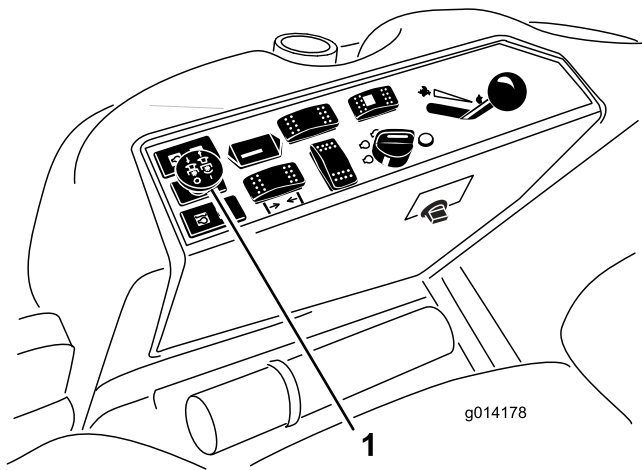

Figura 21
3. Tire hacia arriba del interruptor de la toma de fuerza para engranarla (Figura 21).